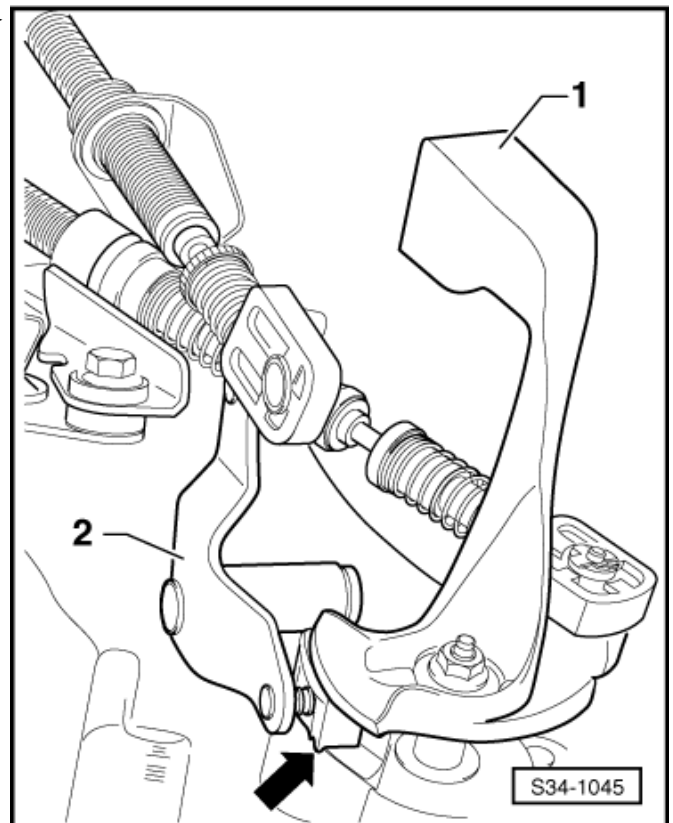

Abb. 7: Einbaulage Kabelbinder für Seilzugbefestigung ►
- ☐ mit Kabelbinder am Wählseilzug befestigen ⇒ Abb. 7 in **34-1** Seite 14
- ☐ mit Kabelbinder am Schaltseilzug befestigen ⇒ Abb. 7 in **34-1** Seite 14